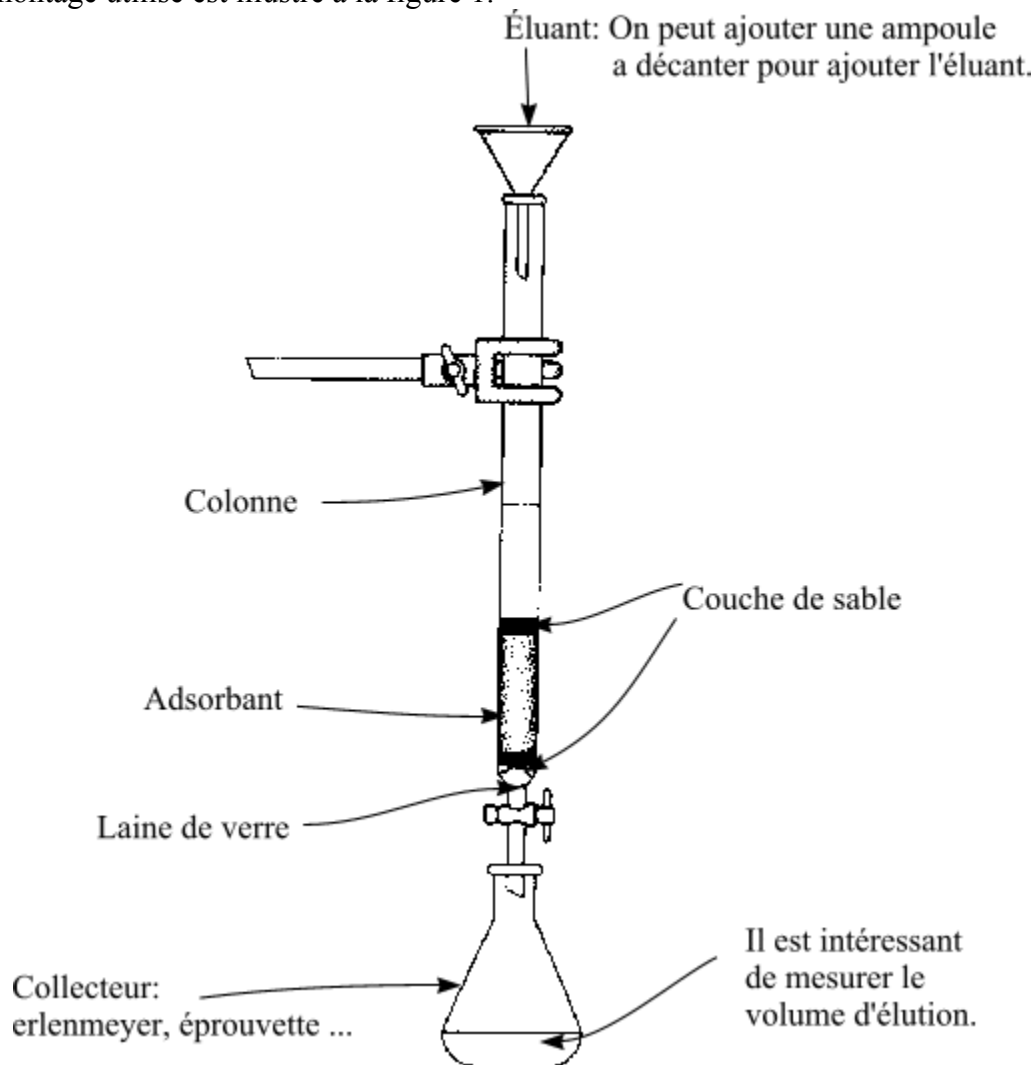

Figure 1. Montage pour effectuer la chromatographie sur colonne
Le montage utilisé est illustré à la figure 1.
2. Effectuez un montage tel qu'illustré à la figure 1 en prévoyant que le volume d'élution sera collecté dans des éprouvettes (ajustez votre hauteur et prévoyez de l'espace pour changer régulièrement d'éprouvette). Insérez un morceau de laine de verre au fond de la colonne et versez environ 1 cm de sable au-dessus. La surface de sable doit être horizontale.